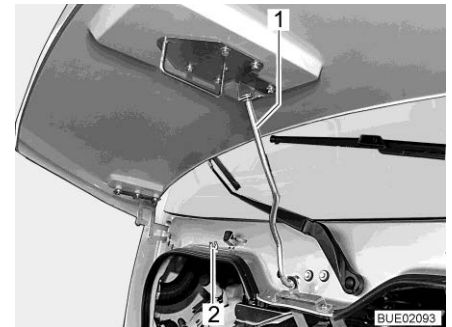

Bild 49 Sicherungsstange (Ixeo I)
- Sicherungsstange (Bild 49,1) aus Halterung (Bild 49,2) nehmen und in Aufnahme an der Motorhaube einhängen.
- Sicherungsstange (Bild 49,1) aus Aufnahme an der Motorhaube aushängen und in Halterung (Bild 49,2) drücken.